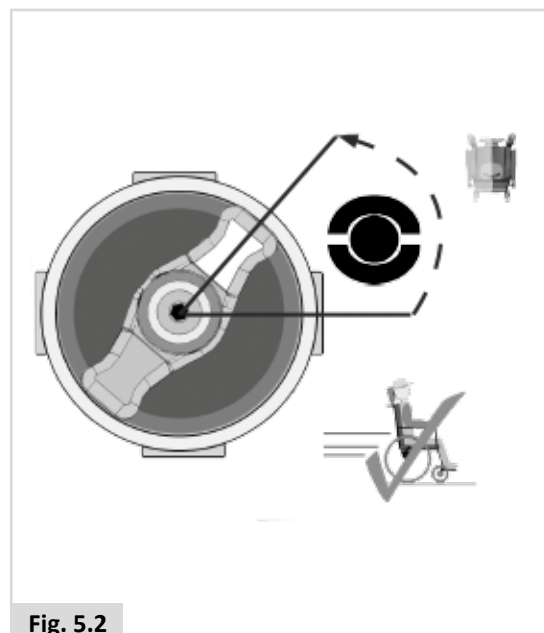

Fig. 5.2
1. Para conduzir a cadeira de rodas. (Fig. 5.2).